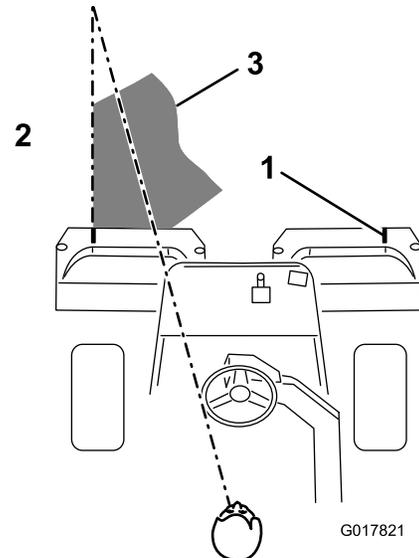

図 41
3. 行きと帰りでのオーバーラップができるだけ小さくなるように運転します。隣の列との距離を一定に保って直進するには、本機の前方約2～3mを視野に捕らえておくのがポイントです (図 41)。ハンドルを目印にして距離
を合わせても良いでしょう。その場合、ハンドルの縁と本機前方の目標ラインとを重ねて見ながら運転します (図 41)。